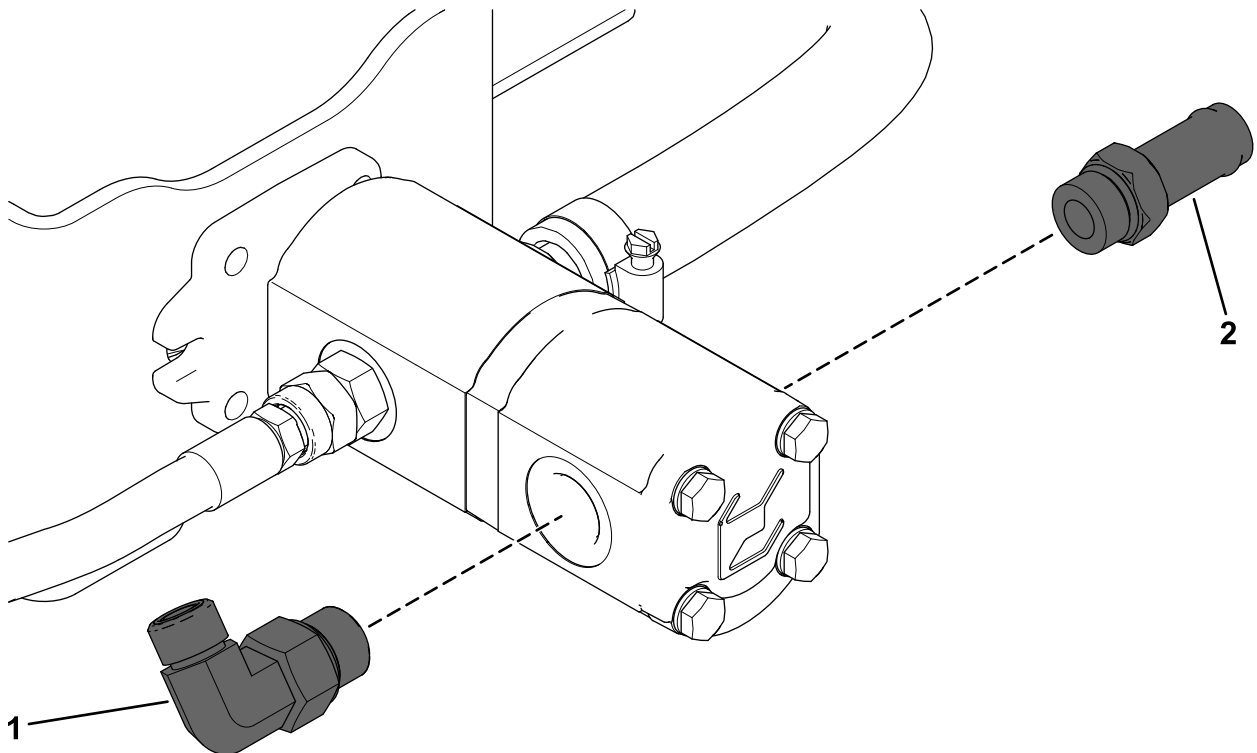

Figure 7
1. Vissez le raccord droit dans le côté entraînement de la pompe (Figure 7).
2. Vissez un raccord à 90° dans le côté droit de la pompe (Figure 7).
Lorsque le raccord est positionné correctement, son extrémité doit être dirigée vers l'arrière à un angle d'environ 45° (Figure 7).